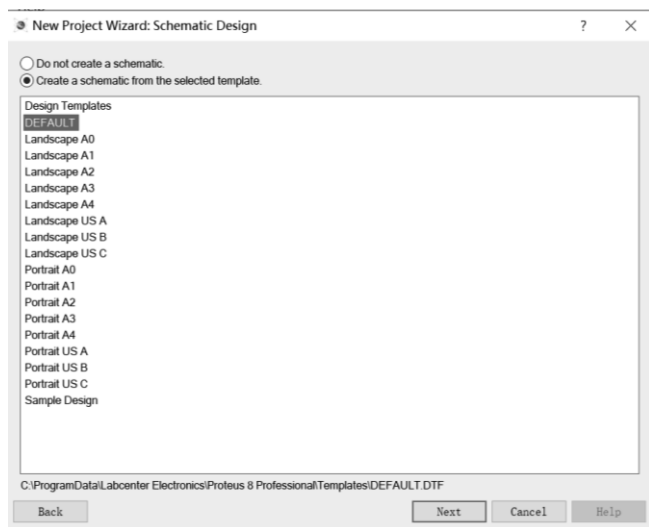
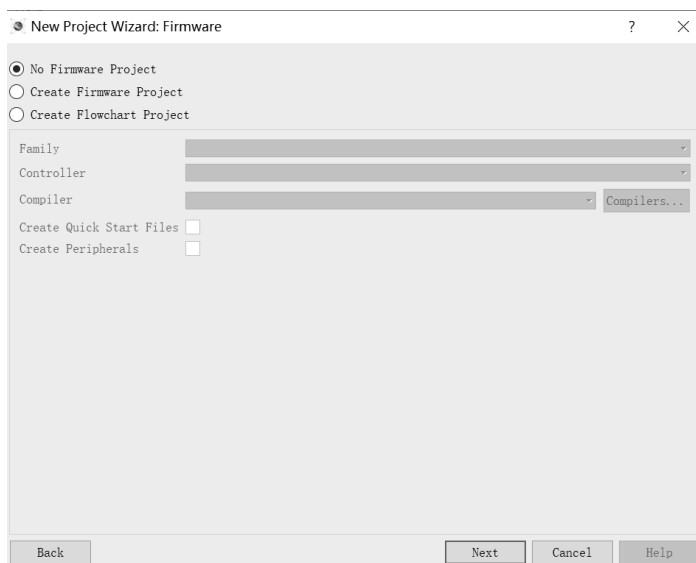
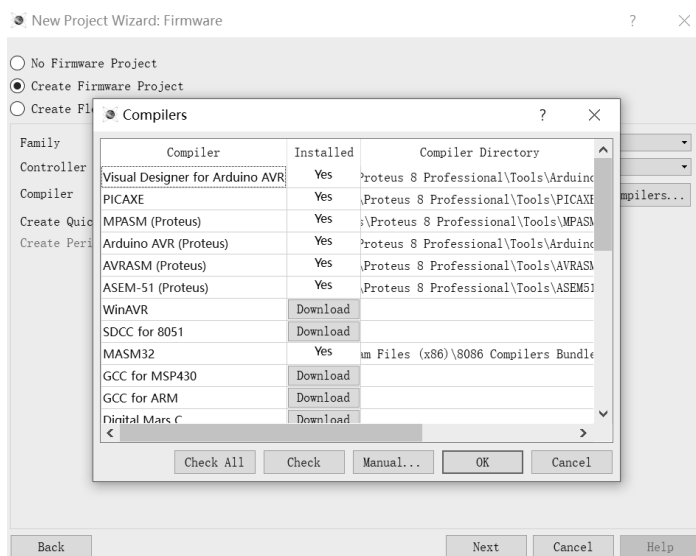
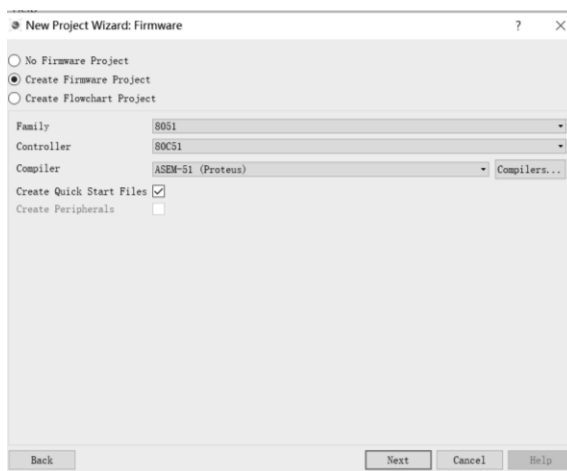

图 1-28 创建 PCB 布局对话框
图 1-29 创建固件对话框
图 1-30 编译器选择对话框
图 1-31 创建固件选择结果
(4) 单击“Next”按钮，出现如图 1-28 所示的创建 PCB 布局对话框，默认为不创建。如果选择创建 PCB 布局，后面还有一系列选项，读者如果想看一下创建后的集成视窗效果，一路单击“Next”按钮即可。
(5) 单击图 1-28 中的“Next”按钮，出现如图 1-29 所示的创建固件对话框。有三个选项，分别是“No Firmware Project”(不创建固件)、“Create Firmware Project”(创建固件)和“Create Flowchart Project”(创建流程图)。如果绘制一个不含控制器的电子线路且不需要进行复杂模型创建，选择默认不创建固件项目；如果想要设计一个含有控制器的系统或需要进行复杂模型创建，即有编程需求，则选择后两项；而第三项流程图创建前面已有说明，这里选中间项“Create Firmware Project”。
(6) 选择“Create Firmware Project”项后，在图 1-29 下方选择需编程的控制器系列、型号、对应的程序编译软件，以及是否建立快速开始文件等。在“Family”中保留 8051 选项(通过右边的下拉箭头可选择其他 CPU 系列)，在“Controller”中选择 80C51 单片机，在“Compiler”中保留默认项“ASEM-51 (Proteus)”编译软件。如果选择的是其他控制器，要在图 1-30 所示的“Compiler”对话框中选择与之对应的编译软件；如果系统没有自带，可以直接在线单
击“Download”安装。在图 1-30 中可以看到，已经手动安装了一个“MASM32”8086 系列编译软件。
(7) 选择图 1-29 中的“Create Quick Start Files”项并进行相应设置后，出现如图 1-31 所示的创建固件选择结果。